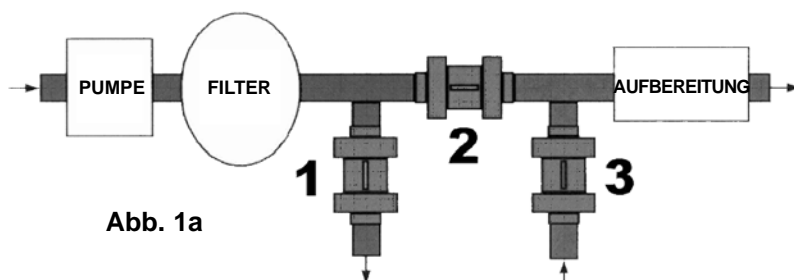

Abb. 1a
- Die Ventile 1, 2 und 3 um so weit wie möglich öffnen (Abb.1a).
- Bei Bedarf den Ausstoss mit der Ventile 3 regulieren (Abb.1a)
Die Pumpe durch Schließen der Schieber 1 und 3 (**Abb. 1a**) vom Hydraulikkreis des Schwimmbads trennen und Schieber 2 so weit wie möglich öffnen (**Abb. 1a**).